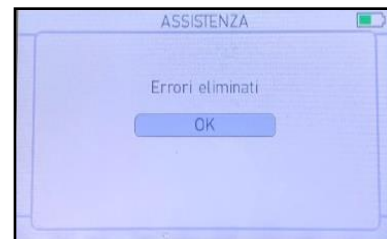

Fig. 51. Errori cancellati
3. Premere . Viene visualizzato il messaggio Errori cancellati (vedi fig. 51). Gli errori sono stati cancellati.